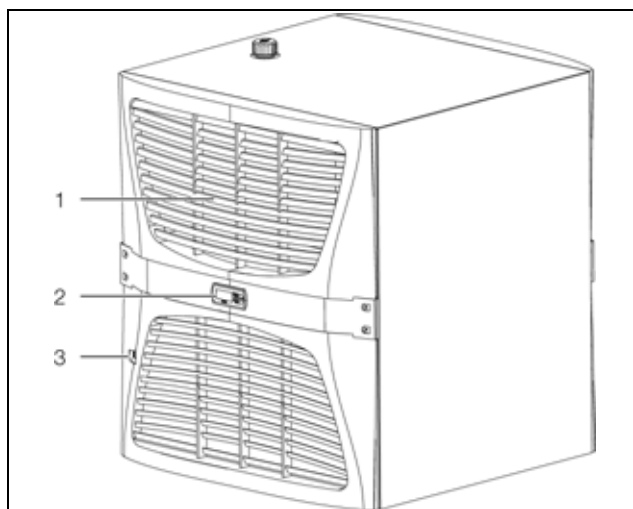
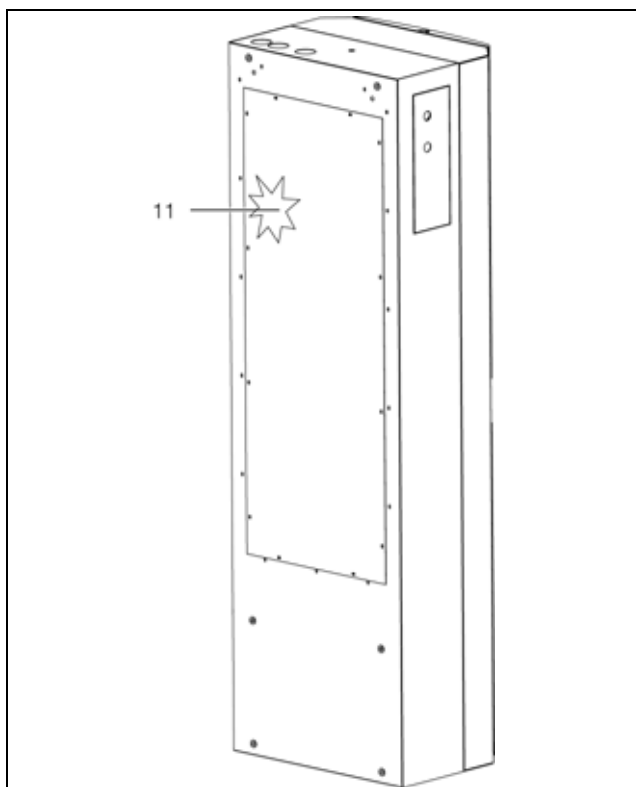

Рис. 3: Вид спереди (3320.600, 3334.600)
Рис. 10: Защитный выключатель двигателя (3360.470)
**Условные обозначения с рис. 3 по рис. 10**